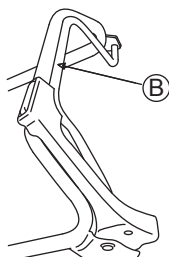

рис. 19
4. Включите сцепление рычагом (B) для начала движения (См.Рис.19).